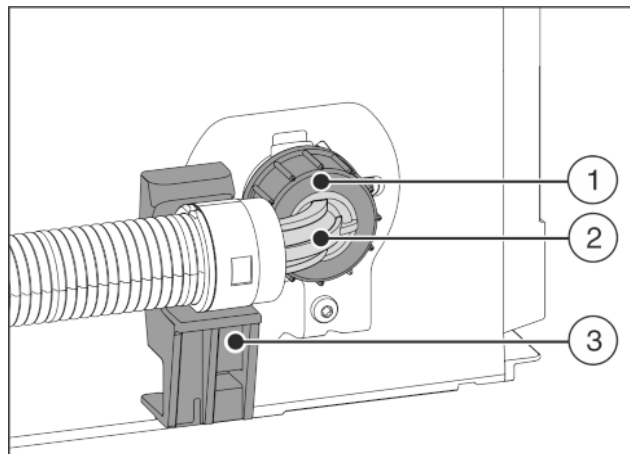

Fig. 21
- ▶ Umiestnite a pridržiňte zahnutý koniec hadice Fig. 21 (2) horizontálne na držiaku Fig. 21 (3).
- ▶ Naskrutkujte maticu Fig. 21 (1) rukou na závit, kým nedosiahnete bezpečné, pevné utiahnutie.